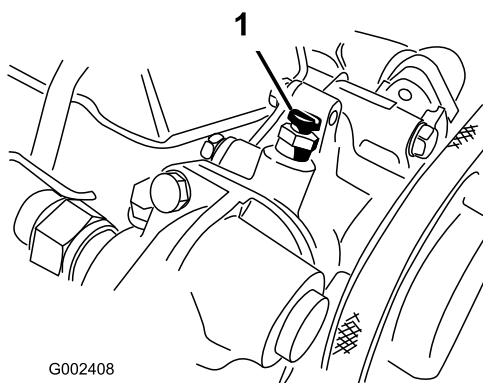

Рисунок 66
6. Откройте продувочный винт наверху водяного насоса (Рисунок 66).